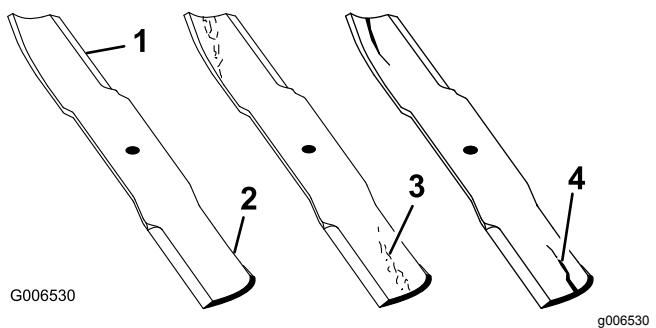

Figura 55
1. Ispécione as extremidades de corte (Figura 55).
4. Se verificar quaisquer rachas, desgaste ou formação de ranhuras nesta área, instale imediatamente uma lâmina nova (Figura 55).